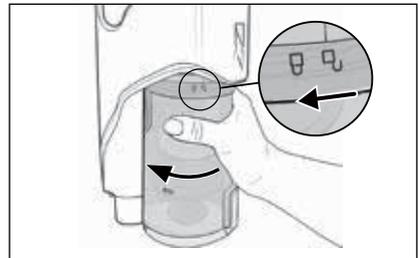

Fig. 17
- 2) Pour extraire le bac à poussière 7 de l'appareil, tournez-le dans le sens du symbole  (ouvrir) jusqu'à ce qu'il se détache de l'appareil (voir fig. 17).